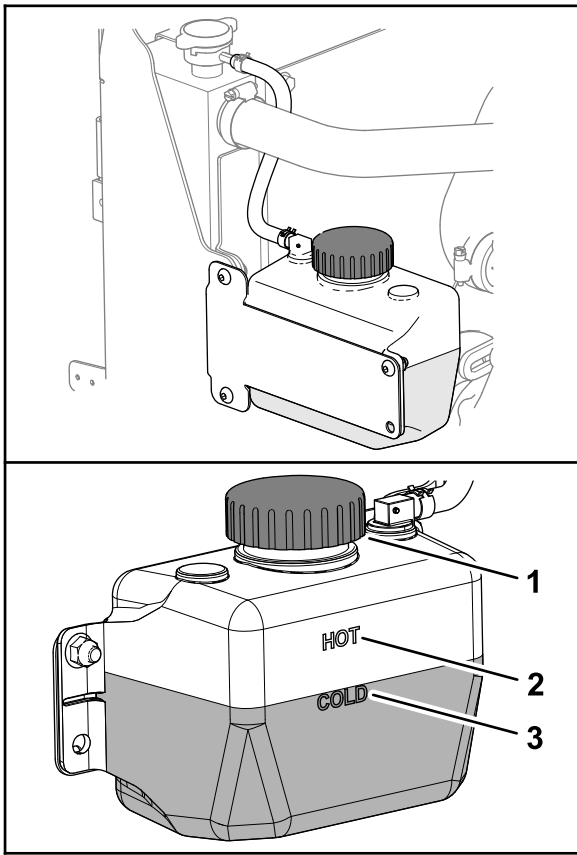

Figura 139
3. Compruebe el nivel de refrigerante en el depósito (Figura 139).